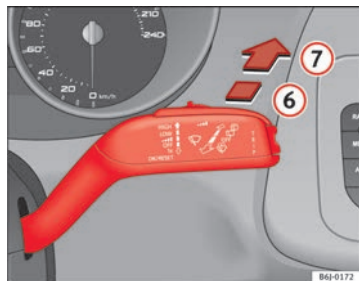

Abb. 66 Scheibenwischer- und Scheibenwascherhebel: Scheibenwischer für die Heckscheibe
- Drücken Sie den Hebel nach vorne in Raste **6** ⇒ Abb. 66. Der Wischer arbeitet etwa alle 6 Sekunden.
- Drücken Sie den Hebel ganz nach vorne in die Position **7** ⇒ Abb. 66. Die Waschanlage und der Scheibenwischer arbeiten gleichzeitig. Solange Sie den Hebel in dieser Position halten, arbeiten der Heckwischer und die Waschanlage.